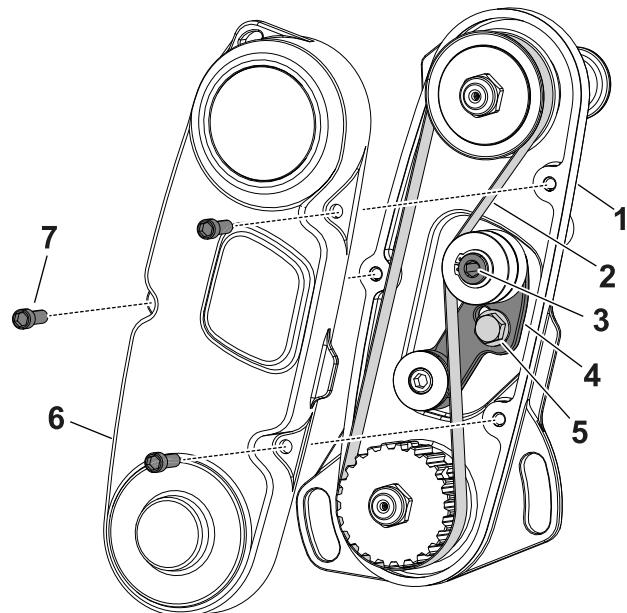

Figura 15
- Togliete il copricinghia per accedere alla cinghia (Figura 15).
- Allentate il bullone del braccio di rinvio e ruotate il braccio (Figura 15) per allentare la tensione sulla cinghia.
3. Rimuovete la cinghia (Figura 15).
6. Montate e tendete la cinghia applicando una coppia compresa tra 4 e 5 N·m all'esagono interno del braccio di rinvio illustrato nella Figura 15.